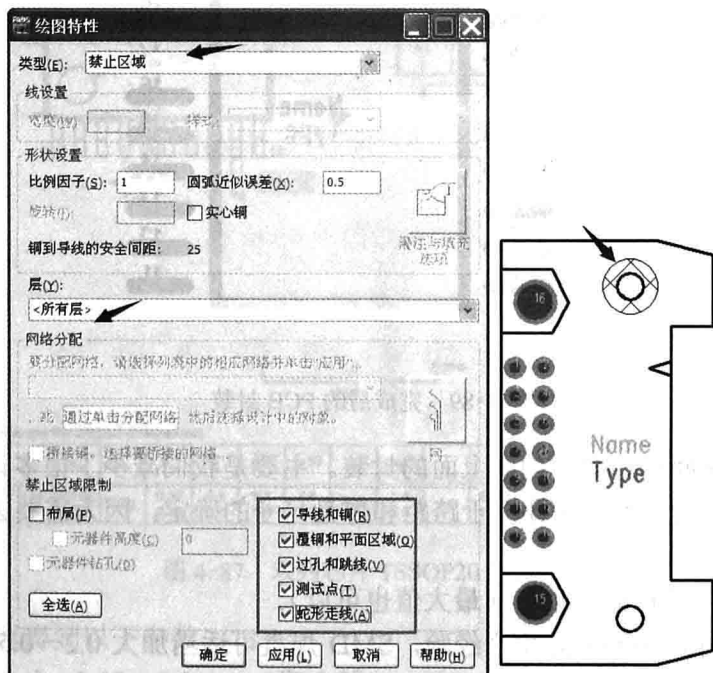

图 4-91 添加 Keepout 信息
(2) 应在非金属化孔的 All Layer（所有层）添加 Keepout（禁止区域）信息，如图 4-91 所示。